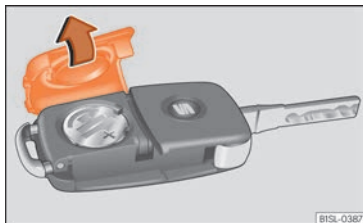

Fig. 65 Llave del vehículo: apertura de la tapa del compartimento para la pila.
- Retire la tapa en la parte trasera de la llave del vehículo » » » **fig. 65** en la dirección de la flecha » » » **!**
- Coloque la tapa tal como se muestra » » » **fig. 65** y presiónela en la carcasa de la llave del vehículo en sentido contrario a la flecha hasta que encastre.